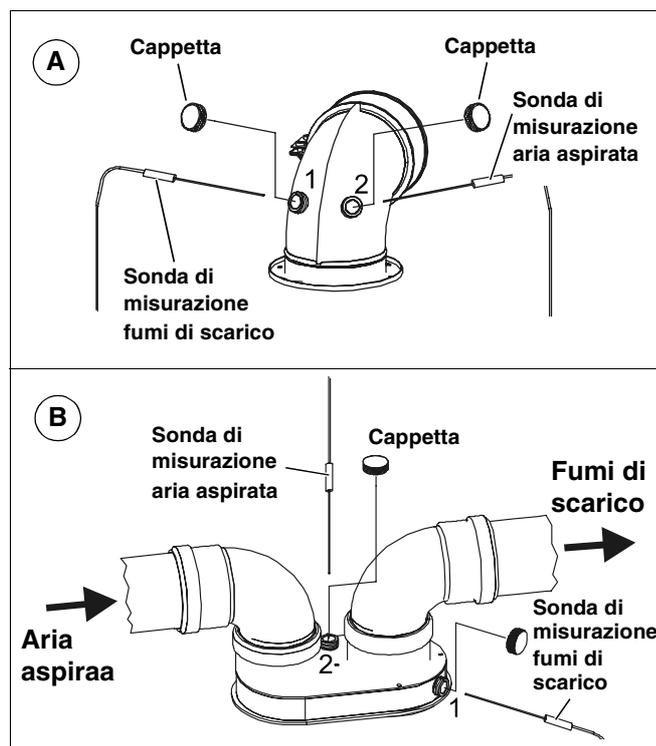

Fig. 22 Determinare la perdita dei fumi (misure in mm)
- Misurazione della temperatura dell'aria aspirata (in °C) nell'apertura 2 (fig. 22, **pos. A**)
- Misurazione della temperatura dei fumi (in °C) e del tenore di CO₂ oppure di O₂ (in %) nell'apertura 1 (fig. 22, **pos. A**)
- Misurazione della temperatura dell'aria aspirata (in °C) nell'apertura 2 (fig. 22, **pos. B**)
- Misurazione della temperatura dei fumi (in °C) e del tenore di CO₂ oppure O₂ (in %) nell'apertura 1 (fig. 22, **pos. B**)